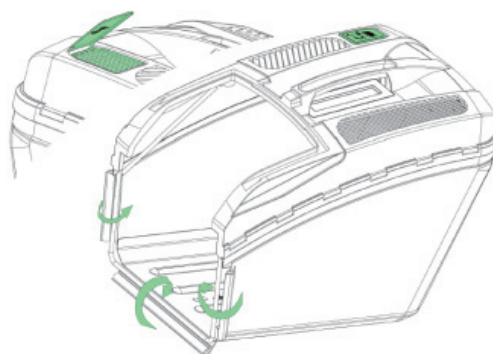

Fig. 4A
- Fermare i bordi di plastica del sacchetto sul telaio e fissare le clip nel modo illustrato. vedi fig. 4A).